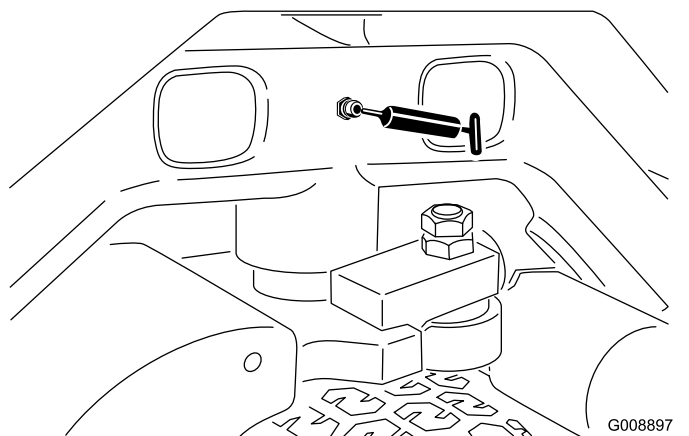

Figure 41
- Pivots de direction (Figure 41)